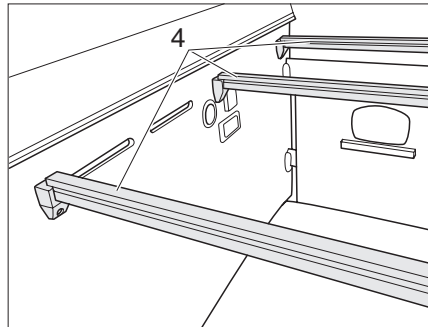

Bild 52 Auflageleisten Lattenrost
- ▶ 3 Auflageleisten (Bild 52,4) des Lattenrosts aus den Halterungen nehmen.